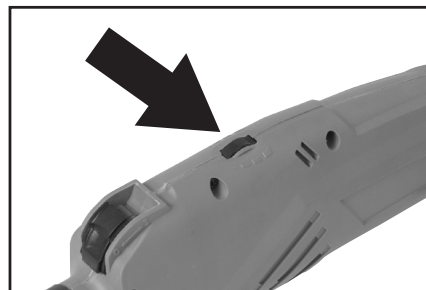

Fig. 15
- Le cadran de commande de vitesse (**Fig. 15**) est situé à l'avant de l'interrupteur « MARCHE/ARRÊT ». Faites tourner ce cadran de commande pour changer la vitesse du moteur.